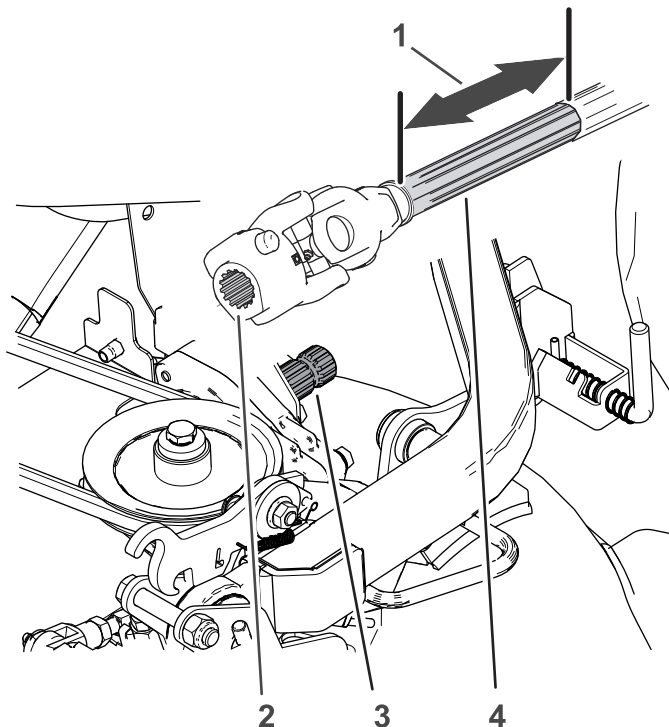

図 48
2. 駆動シャフトの前半分 図 48を前方に 25 cm ほど引き出す。
3. ギアボックスのシャフトのスプラインと駆動シャフトのスプラインをきれいにする 図 48。
4. 前駆動シャフトの滑り面をきれいにする 図 48。
5. ギアボックスのシャフトのスプラインとU ジョイントカップリングのスプライン 図 48に固結防止コンパウンドを塗る。
6. 前駆動シャフトの滑り面に固結防止コンパウンドを塗る 図 48。